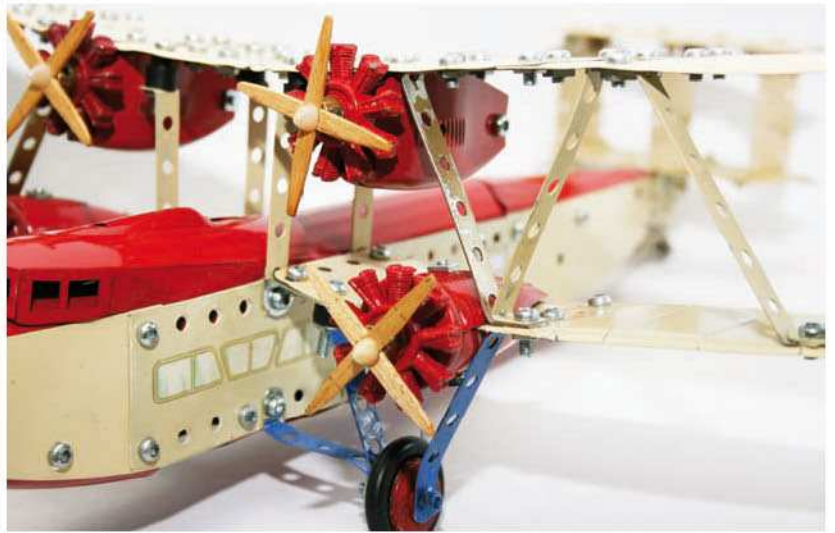
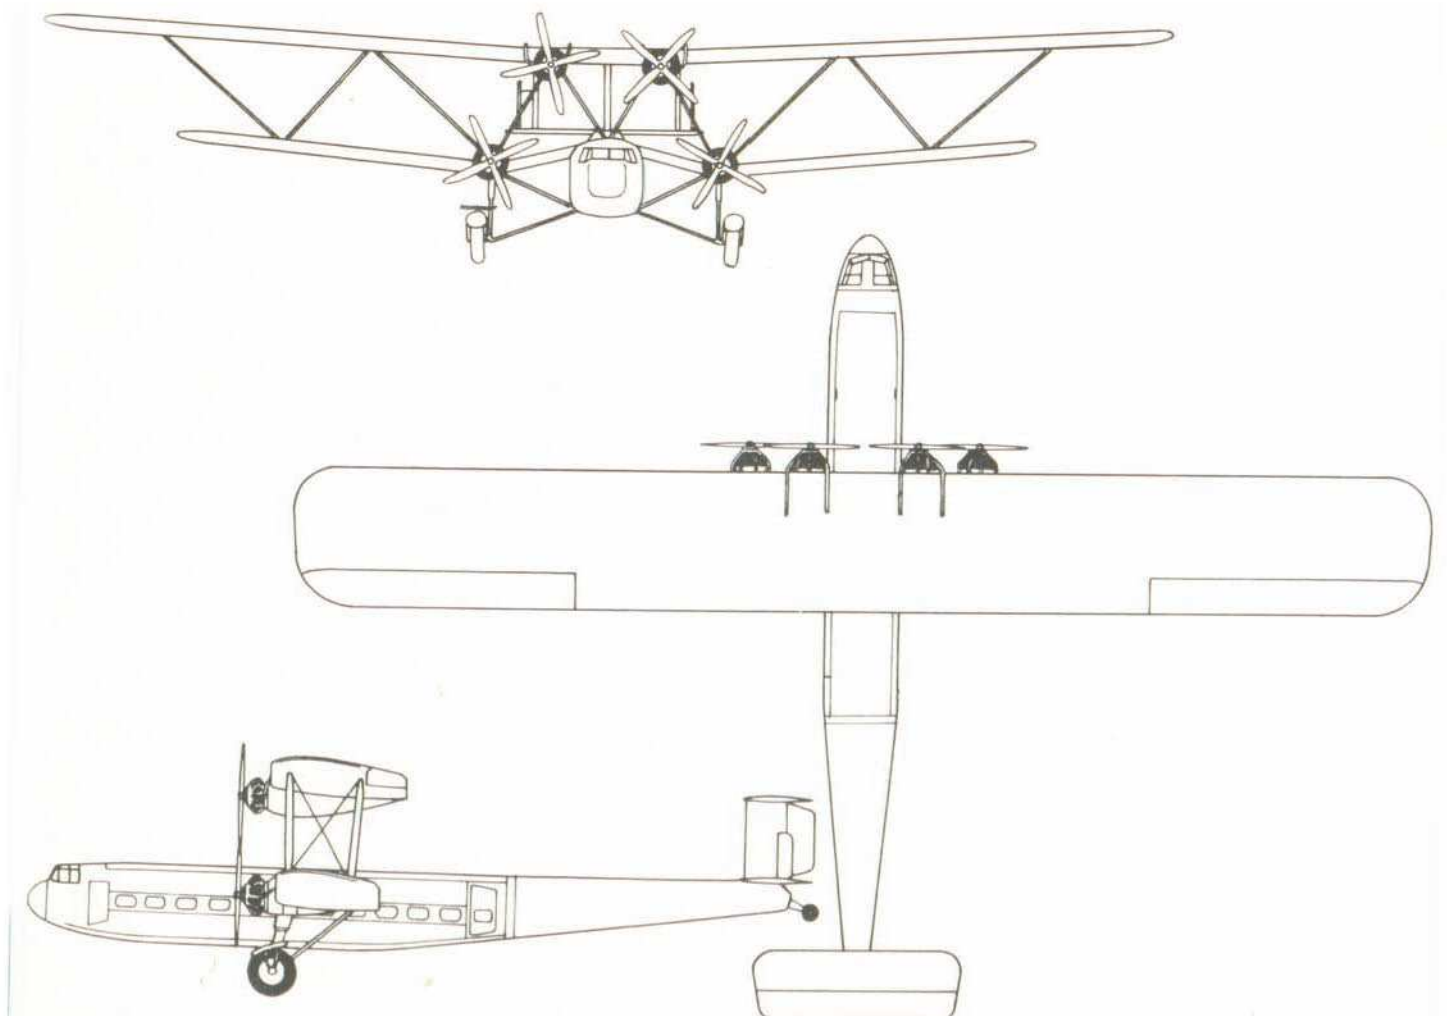
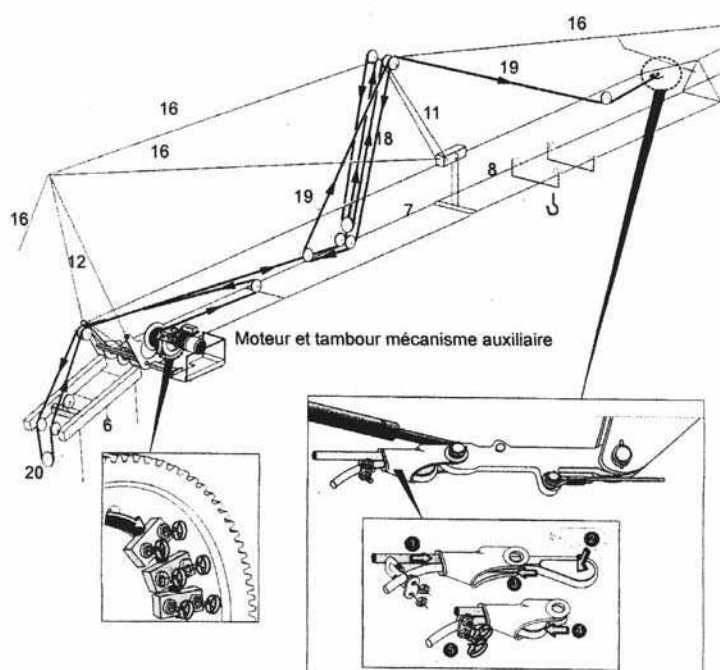

Figure 9
Figure 10
Fig.11
L'utilisation des ailes de la n° 2 est tout à fait possible. L'aile supérieure comprend deux éléments P1 et P2 avec l'intermédiaire P7. L'aile présente un dièdre (Figure 10). Les pièces d'origine étant trop souples, j'ai utilisé une plaque rigide 5 x 5 trous, légèrement pliée suivant le dièdre et des bandes de 15 et 19 trous boulonnées sur la plaque pour rigidifier le tout.
Le diamètre et le nombre de pales des hélices ne correspondent absolument pas avec ceux des boîtes 2 ou 2S. Donc il faut construire les quatre hélices quadripales. J'ai utilisé des baguettes de bois (Modélisme) de 1,5 x 5 mm. Elles sont taillées en forme d'hélice et taillées à mi-bois pour être assemblées en hélices quadripales. Le bloc est ensuite collé à la cyanolite sur une bague d'arrêt (Figure 9).
Les moteurs sont ceux de la boîte n° 2 (Pièces P43). La boîte 2 et la 2S n'en comportent que trois. Il vous faudra en trouver un quatrième. La fixation sur les ailes demanderait les pièces P205, 206, 210, 211, 212 de la 2S, mais peuvent être remplacées par les P40, 41 et 61 de la 2. Notez que la pièce 61 est en fait une bande trois trous courbée (Figure 9).
Les haubans du HP42E n'existent pas dans les boîtes Meccano. J'ai utilisé des bandes étroites Meccano qui sont un peu trop larges pour l'échelle du fuselage. On se limitera donc à la rangée des haubans en avant de l'aile. Le travail de pliage et de fixation des bandes m'a demandé un dessin pour trouver les longueurs. Utiliser la figure 10 pour un tracé à l'échelle 1.
Les roues sont celles de la n° 2. A défaut, penser que les roues n° 22 Meccano avec leurs pneus de section ronde (n° 44 pour la 2) ont servi dans les premiers temps de la sortie des boîtes n° 2. Les bandes étroites de fixation des roues sont définies sur les figures 9, 2 et 3. Tout cela bien bricolé donne une idée de cet avion dont les Imperial Airways étaient fiers dans les années 30. Evidemment, ce n'est pas une maquette précise, c'est quand même un modèle original Meccano.
- Inclinaison du mât pour mise en position de lestage (Fig.9)** : A l'aide du palan (17) verrouillé en haut du mât (5).
- Enlèvement des essieux (2 & 4)** : Le palan (17) incline le mât. La grue repose sur les blocs (15), libérant les deux essieux. On peut alors les enlever, à la main pour (2) et éventuellement avec le palan 20 pour le (4). Voir figures 9 et 11.
- Lestage** : Avec palan (20), par éléments (14). Les blocs (14) sont pris sur un camion la grue en position de la figure 9. En redressant la grue, on dépose les blocs sur la plateforme (3). Voir figure 10 en bas.
- Mise du mât à la verticale (Fig.10)** : Comme en 1. Sur la figure 10, on voit le palan (17) en position finale.
- Télescopage (sortie) du mât supérieur** : A l'aide du palan (17) verrouillé cette fois en bas du mât (5). Voir figure 10. Cela provoque par (16, 12 & 13) le déploiement horizontal de la 1^o partie de flèche (7). Le câble (16 du bas) de la figure 10 met la première partie (7) de la flèche en position horizontale. Le triangle (13) guide le câble dans la première partie du mouvement.
- Déploiement des 2^o (8) et 3^o (9) parties de flèche** : Ce mouvement est simultané au précédent. Voir figure 11. Mouvement réalisé à l'aide du câble d'écartement (19), du palan (18) et des bielles (11) et (10, fig.10), les deux parties étant retenues par le câble (16 du haut) en position horizontale. Attention les n^o 18, 19 et 20 désignent un câble unique s'enroulant sur le tambour du mécanisme auxiliaire.
Un quatrième, dit auxiliaire, actionne le palan (20), le palan (18) et le câble (19). Le câblage auxiliaire est défini sur la figure 11. Sur la grue réelle, 14 poulies se renvoient le câble 18 - 19 - 20.